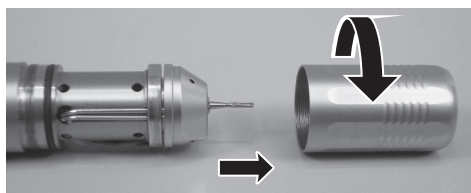

Fig. 15
- (1) Allentare il contenitore della cartuccia ruotandolo nella direzione mostrata dalla Fig.15.